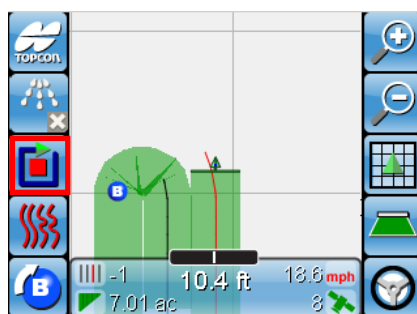

Figura 9-32. Desactive la cobertura
- Seleccione  (figura 9-32) para desactivar la representación gráfica de la cobertura.